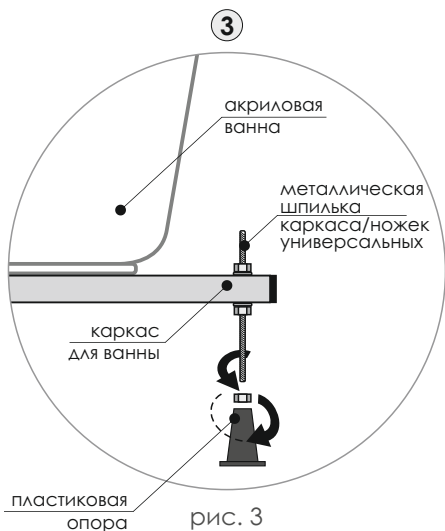

рис. 3
3. Выкрутите пластиковую опору с универсальных ножек или каркаса (рис. 3).